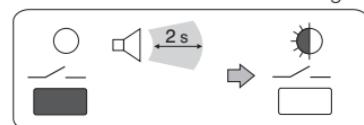

Fig. 6
- Maintenir la pression sur la touche "—/" jusqu'à l'émission d'un simple signal sonore; puis la relâcher: la LED est clignotante (fig.6).